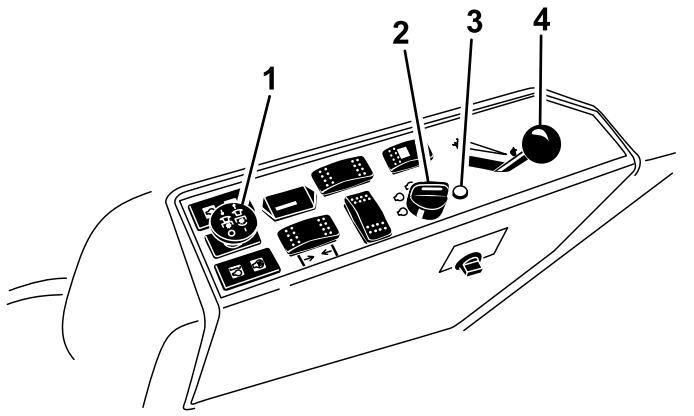

Figura 17
4. Desloque o interruptor da tomada de força para a posição DESLIGAR (Figura 17).
5. Mova a alavanca do acelerador para o meio entre a posição RÁPIDO e a posição LENTO (Figura 17).